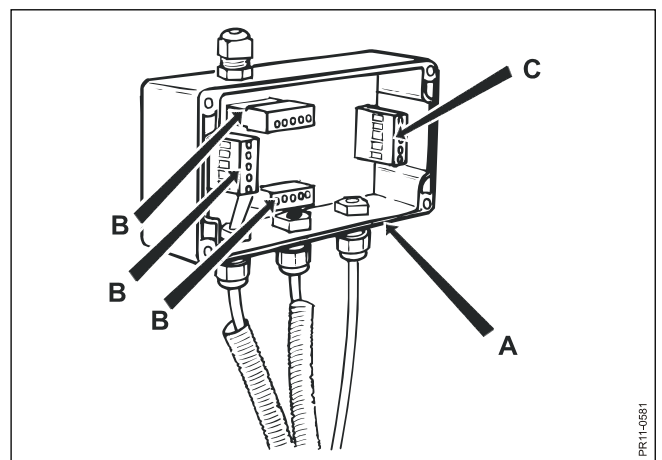

Fig. 9.12
Fig. 9.12 Ved svejsning må der **aldrig nogensinde** kunne løbe strøm igennem en vejecelle. Det undgås ved at åbne samleboksen (A) og demontere stik for vejeceller (B) og stik for instrument (C).